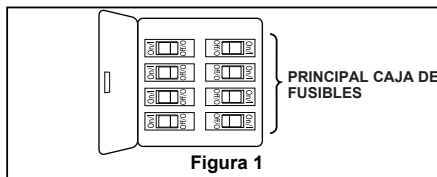

Figura 1
Caja de perfil bajo (Figura 1)
1. Retire los dos tornillos de fijación del soporte y las tuercas y conserve para su reinstalación en el Paso 4 de la página 30. Desmonte la carcasa de la cubierta superior extrayendo los seis tornillos ubicados en la parte superior de la unidad del motor y guárdelos para el paso 3. Girela cuidadosamente y levante la carcasa. (Figura 1)
1. Extraiga la pieza de la bola colgante de la unidad de la bola colgante / varilla aflojando el tornillo de presión de la bola colgante hasta que la bola se libere de la varilla. Retire el pasador del barral y luego extraiga la semiesfera. Conserve el pasador y la semiesfera para su instalación en el Paso 6. (Figura 1)
Para evitar una posible descarga eléctrica, asegúrese de cortar la alimentación eléctrica de la caja de fusibles principal antes de colgar el ventilador. (Figura 1)
1. Para configurar el código de unidad del receptor. Deslice los interruptores de código a las mismas posiciones que en el transmisor. (Figura 1)
- ☐ 1. Instale la cubierta rotando la ranura clave en la cubierta sobre el tornillo de hombro del soporte del gancho, teniendo cuidado de no pillar los cables. Fije el tornillo de hombro. Instale adecuadamente y fije el segundo tornillo de hombro que fue anteriormente guardado. (Figura 1)